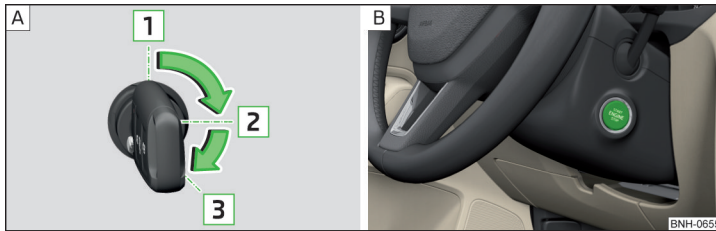

Abb. 185 Positionen des Fahrzeugschlüssels im Zündschloss / Starterknopf
Positionen des Fahrzeugschlüssels im Zündschloss » Abb. 185 - [A]
› Den Knopf drücken » Abb. 185 - [B], die Zündung wird ein-/ausgeschaltet.
- › Bei Fahrzeugen mit **Zündschloss** den Schlüssel in die Position **3** drehen » Abb. 185 auf Seite 166 - [A], es erfolgt der Startvorgang. Dann den Schlüssel loslassen, der Motor springt automatisch an.
- › Bei Fahrzeugen mit **Starterknopf** den Knopf kurz drücken » Abb. 185 auf Seite 166 - [B], der Motor springt automatisch an.
- › Bei Fahrzeugen mit **Zündschloss** den Schlüssel in die Position **1** drehen » Abb. 185 auf Seite 166 - [A].
- › Bei Fahrzeugen mit **Starterknopf** den Knopf drücken » Abb. 185 auf Seite 166 - [B], der Motor und die Zündung werden gleichzeitig ausgeschaltet.
- › Den Knopf gedrückt halten » Abb. 185 auf Seite 166 - [B] oder zweimal innerhalb von 1 Sekunde drücken. ▶